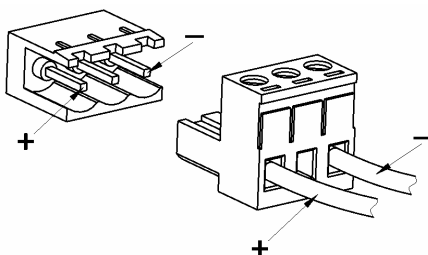

Рисунок 11. Пример подключения нагрузки к выходу =12В
- Подключить к выходным розеткам изделия кабели питания нагрузок (см. рисунок 2 и рисунок 11). Для удобства подключения/отключения нагрузок к низковольтным выходам, выходные колодки для них выполнены разъемными. До подключения кабелей нагрузок к изделию следует выключить нагрузки.